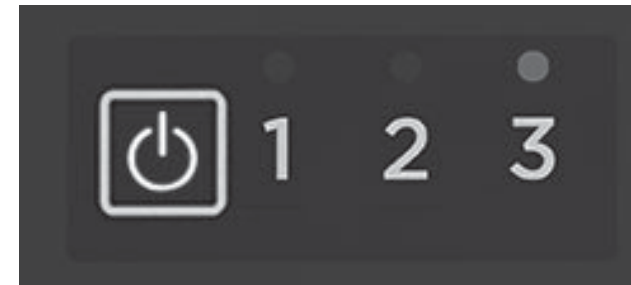

Figura 1
4. Encienda el Ventilador seleccionando la velocidad deseada con la situada al costado del Ventilador. (Figura 1)